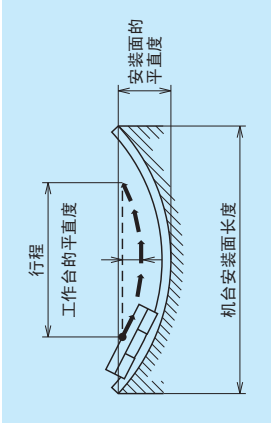

图 10.4
- 但是，当在 1 根导轨上设有 2 个以上的滑块时，由于工作行程短于安装面长度，以及安装误差的平均化效果，使工作台的精度往往高于安装面精度，大约平均缩小 1/3 (图 10.4)